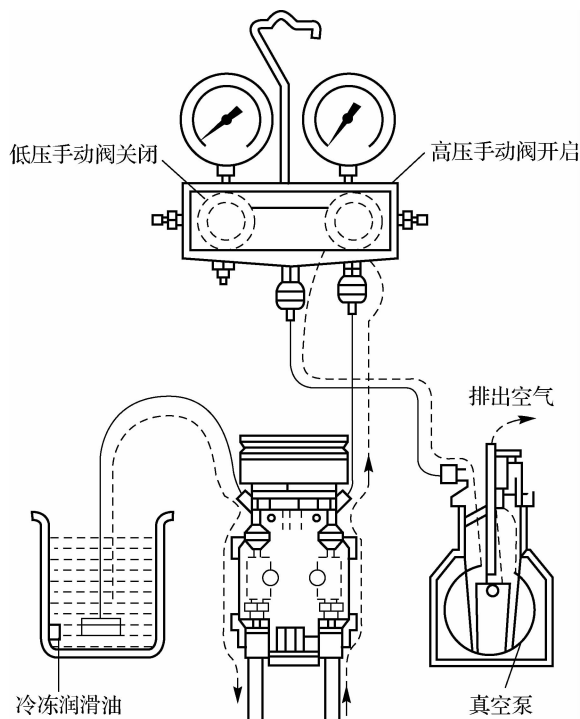

图 1-22 真空吸入法加注冷冻润滑油
(3)按图 1-22 所示连接整个系统,即将低压软管从表组一端卸下并伸进冷冻润滑油中,高压软管仍接高压检修阀,中间软管仍接真空泵。